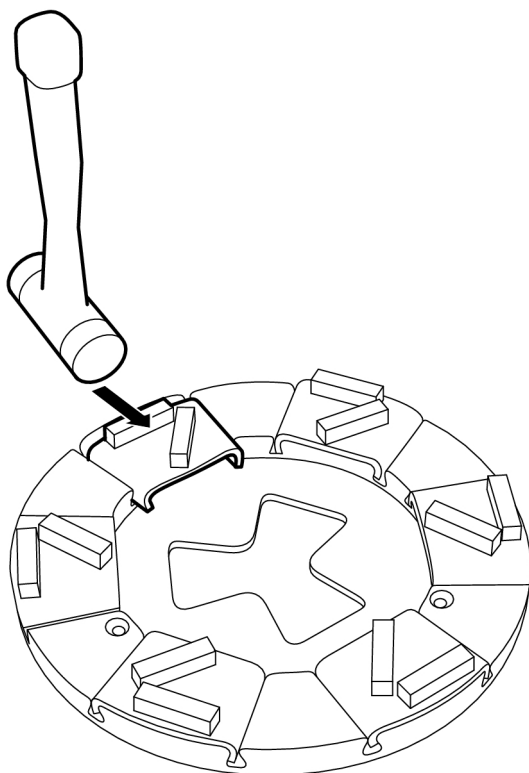

Bild 4-15. Lossning av slipverktyg
1. Lossa slipverktyget genom att slå några lätta slag med en hammare så låsningen släpper, se Bild 4-15, sidan 26. Lyft därefter upp verktyget ur styrspåret.